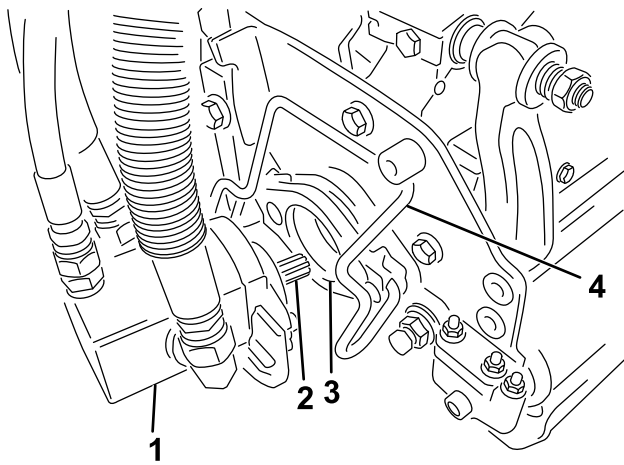

Figure 53
5. Cubra el eje acanalado del motor de la unidad de corte con grasa limpia (Figure 53).
6. Introduzca el motor en el lado izquierdo de la unidad de corte (visto desde el puesto del operador) y tire de la barra de retención del motor en la unidad de corte hacia el motor hasta que oiga un “clic” en ambos lados del motor (Figure 53).